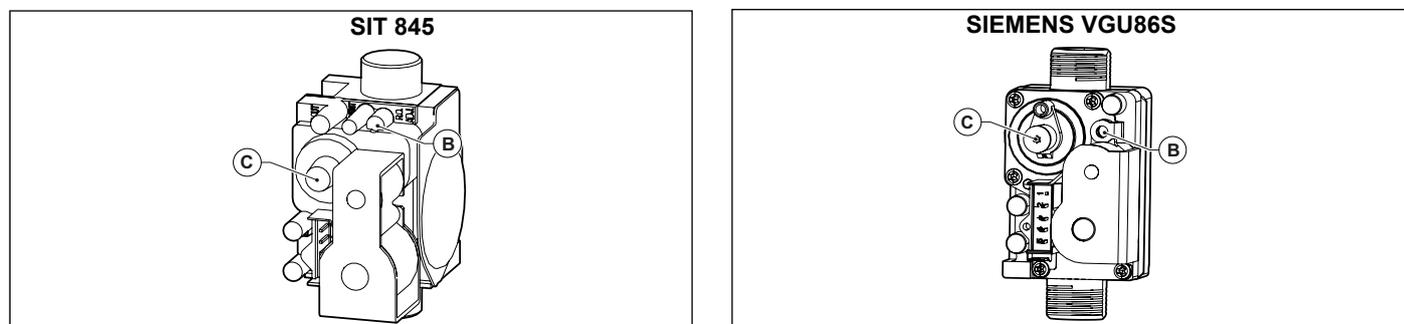

Fig. 36 Regolazione valvola gas
- Regolare il valore dell'anidride carbonica (CO2) nei fumi ruotando il regolatore di rapporto **B** (vedi Fig. 36 Regolazione valvola gas) e assicurarsi che rientri nei limiti della Tab. 28 Valori di CO2 nei fumi. Lasciare la caldaia in modalità spazzacamino e portarsi al passo successivo di regolazione alla potenza minima.
- Regolare il valore dell'anidride carbonica (CO2) nei fumi ruotando il regolatore di offset **C** (vedi Fig. 36 Regolazione valvola gas) e assicurarsi che rientri nei limiti della Tab. 28 Valori di CO2 nei fumi.
- Ruotare il regolatore di rapporto **B** (vedi Fig. 36 Regolazione valvola gas) per regolare il valore dell'ossigeno (O2) nei fumi sinché rientra nei limiti della Tab. 30 Valori di O2 nei fumi.
- Verificare che il valore del monossido di carbonio (CO) nei fumi alla potenza massima sia al di sotto del limite della Tab. 30 Valori di O2 nei fumi.
- Ruotare il regolatore di offset **C** (vedi Fig. 36 Regolazione valvola gas) per regolare il valore dell'ossigeno (O2) nei fumi e la pressione di offset sinché entrambi rientrano nei limiti della Tab. 30 Valori di O2 nei fumi.
- Verificare che il valore del monossido di carbonio (CO) nei fumi alla potenza minima sia al di sotto del limite della Tab. 30 Valori di O2 nei fumi.